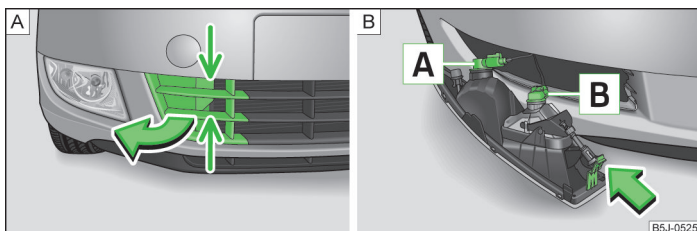

Abb. 158 Vorderer Stoßfänger: Schutzgitter / Ausbau des Nebelscheinwerfers
Glühlampenordnung » Abb. 158.
- › Abb. 158 - **A** und die Abdeckkappe in Pfeilrichtung herausnehmen.
- › Die Hand in die Öffnung im Schutzgitter führen und die Rastnase » Abb. 158 - **B** in Pfeilrichtung drücken.